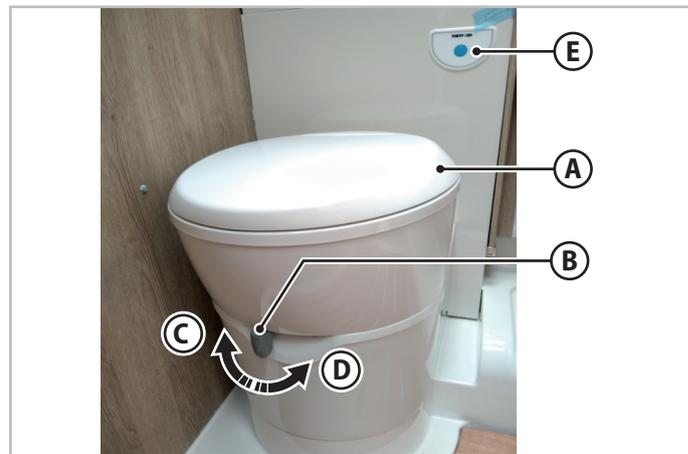

Fig.6.37 - Rinçage du WC
La partie supérieure du WC (A - Fig.6.37) peut tourner vers la droite ou vers la gauche pour optimiser l'utilisation des espaces.
1. Déplacer le levier (B - Fig.6.37) en position (C - Fig.6.37) pour ouvrir le volet d'évacuation.
2. Maintenir le bouton (E - Fig.6.37) de rinçage enfoncé pour le temps nécessaire.
3. Pour fermer le volet d'évacuation, déplacer le levier en position (D - Fig.6.37).
1. Vérifier que la trappe d'évacuation du WC est fermée : le levier (**B** - Fig.6.37) doit être en position (**D** - Fig.6.37).